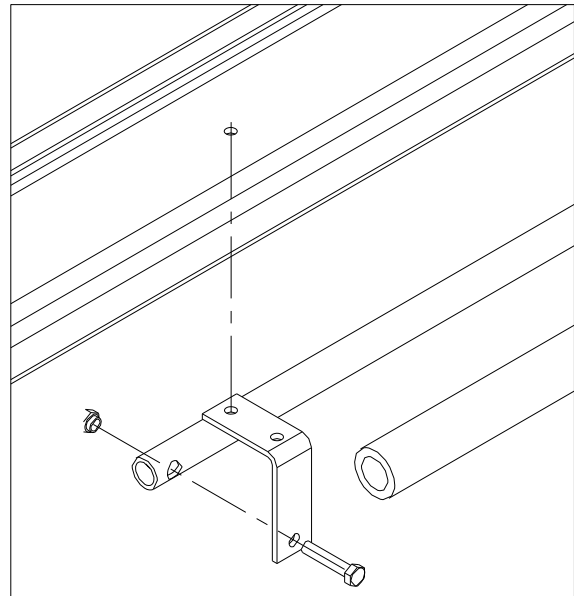
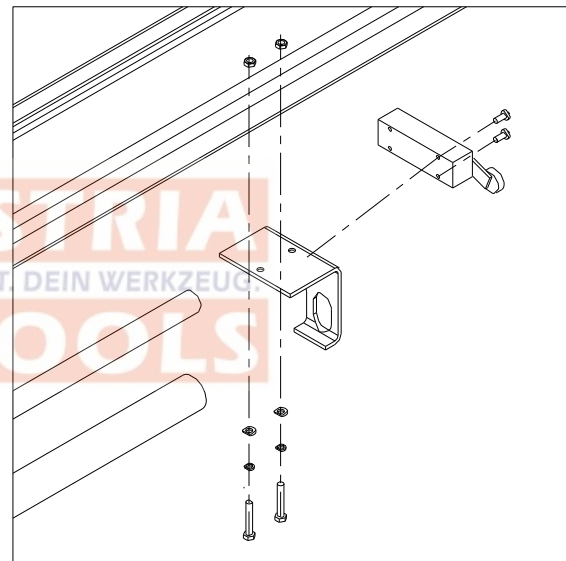

Bild 31
Bild 32
- ◆ Sicherheitsbügel gemäß Bild 31 und Bild 32 montieren.